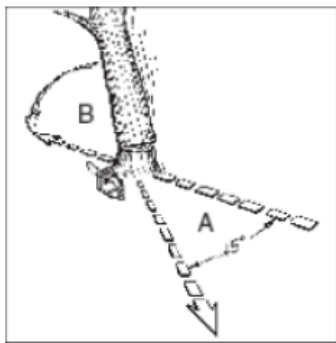

Fig 10a
Avertissement : avant de commencer la coupe, une voie d'évacuation doit être prévue et dégagée (A). La voie d'évacuation doit s'étendre en arrière et en diagonale, dans le sens opposé à la chute, comme dans Fig. 10a.
AVERTISSEMENT : Lorsque la coupe d'abattage s'approche de la charnière, l'arbre devrait commencer à tomber. Quand l'arbre se met à tomber, retirez la scie de la coupe, éteignez le moteur, posez la tronçonneuse par terre et quittez la zone par le chemin d'évacuation (Fig. 10a).